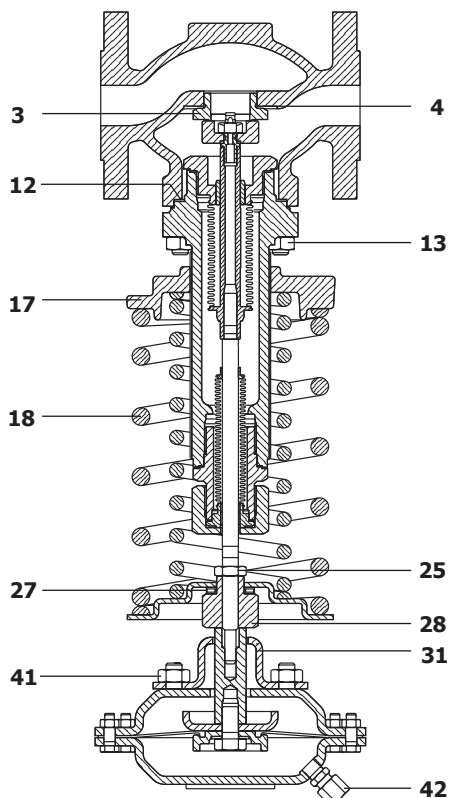

Рис. 17 Показан клапан DN25
- Отдайте самоконтрящуюся гайку (44), снимите плунжер (5) и его уплотнение (7).
- Вращая сборку уравнивающего сильфона (10) выкрутите и вытяните его из уплотнительного сильфона (20) и из крышки (2).
- Используя новое уплотнение (7), установите плунжер (5) и затяните винт (44) так, чтобы плунжер не имел свободы.
- Используя новую прокладку (11), вкрутите уравнивающий сильфон (10) в крышку (2).
- Используя новую прокладку (12), установите крышку (2) на корпус (1).
- Затяните гайки (13) рекомендованным усилием. Введите клапан в работу как это описано в п.п. 3.8 и 3.9.
4.4.5 Установка нового плунжера и седла (Рис. 17)
- Дисконстройкой (17) полностью ослабьте пружину (18).
- Проверьте плунжер (5) и его уплотнение (7) и при необходимости установите новые, как это описано в п. 4.4.4.
- Проверьте седло (3).
- При необходимости установите новое седло (3) с прокладкой (4) (только для клапанов DN15 - DN50) и затяните рекомендуемым в п. 4.2 усилием.
- Используя новую прокладку (12), установите на место крышку, пружину и привод и затяните гайки (13) рекомендуемым в п.п. 4.2 усилием.
4.4.6 Замена игольчатого подшипника (Рис. 17):
- Дисконстрайкой (17) полностью ослабьте пружину (18).
- Отсоедините от ниппеля (42) импульсную трубку и снимите привод с клапана.
- Отдайте гайки (16) и снимите монтажную пластину (31).
- Зафиксируйте установочную гайку (28), отдайте стопорную гайку (25), затем снимите гайку (28), гайку (25), игольчатый подшипник (27)